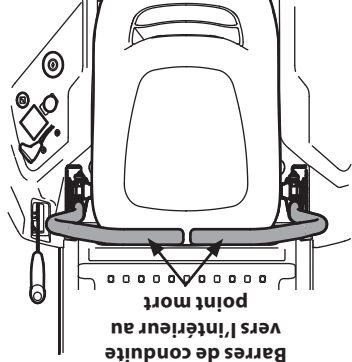

Figure 3-3
1. Ajustez le siège à la position la plus confortable pour utiliser les commandes. Réglez le siège selon les instructions dans la section « Assemblage et montage ». Tirez les barres de conduite droite et gauche vers l'intérieur, au point mort, ce qui dégage également le frein de stationnement. Refer to Figure 3-3.
2. Tirez les barres de conduite droite et gauche vers l'intérieur, au point mort, ce qui dégage également le frein de stationnement. Refer to Figure 3-3.